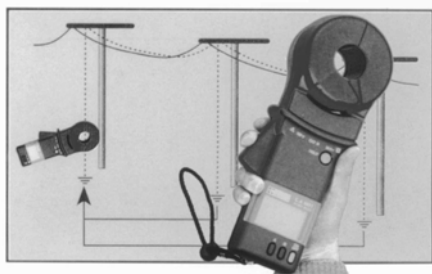

图 1-1 施工现场接地电阻值应不大于  $10\Omega$
(1) 施工现场供电应采用三相五线制系统,所有电气设备的金属外壳及电线管必须与专用保护零线可靠连接,对产生振动的设备其保护零线的连接点不少于两处,保护零线不得装设开关或熔断器。
(2) 保护零线应单独敷设,不做它用,除在配电室或配电箱处做接地外,应在线路中间处和终端处做重复接地,并应与保护零线相连接,其接地电阻不大于  $10\Omega$ ,如图 1-1 所示。